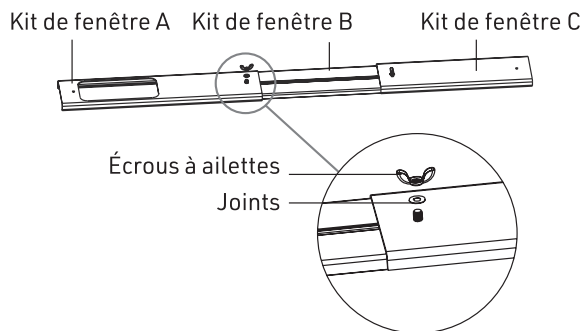

Fig. 6
- 7.) Comme indiqué dans la Fig. 6, retournez la cloison de la fenêtre, placez le joint et la vis à ailettes tour à tour et serrez-les;